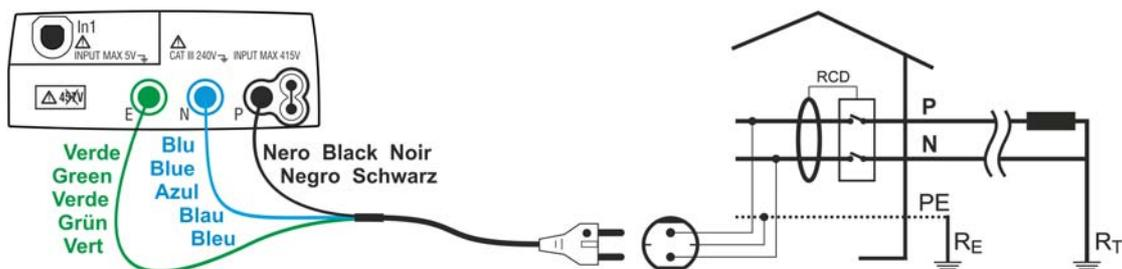
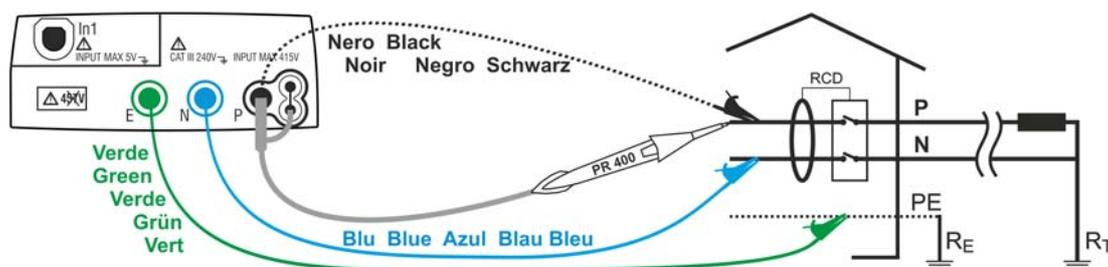

Fig. 4: Conexión en una instalación monofásica o bifásica 230V a través de la toma shuko
Fig. 5: Conexión en una instalación monofásica o bifásica 230V a través de los cables por separado y punta de prueba remota
3. Inserte los conectores verde, azul y negro del cable shuko en sus correspondientes terminales de entrada del instrumento E, N, P. Como alternativa utilice los cables por separado e inserte en sus extremos libres los correspondientes cocodrilos. Eventualmente utilice la punta remota insertando el conector multipolar en el terminal de entrada P. Conecte la toma shuko, los cocodrilos o la punta remota a la red eléctrica según indican las Fig. 4 y Fig. 5